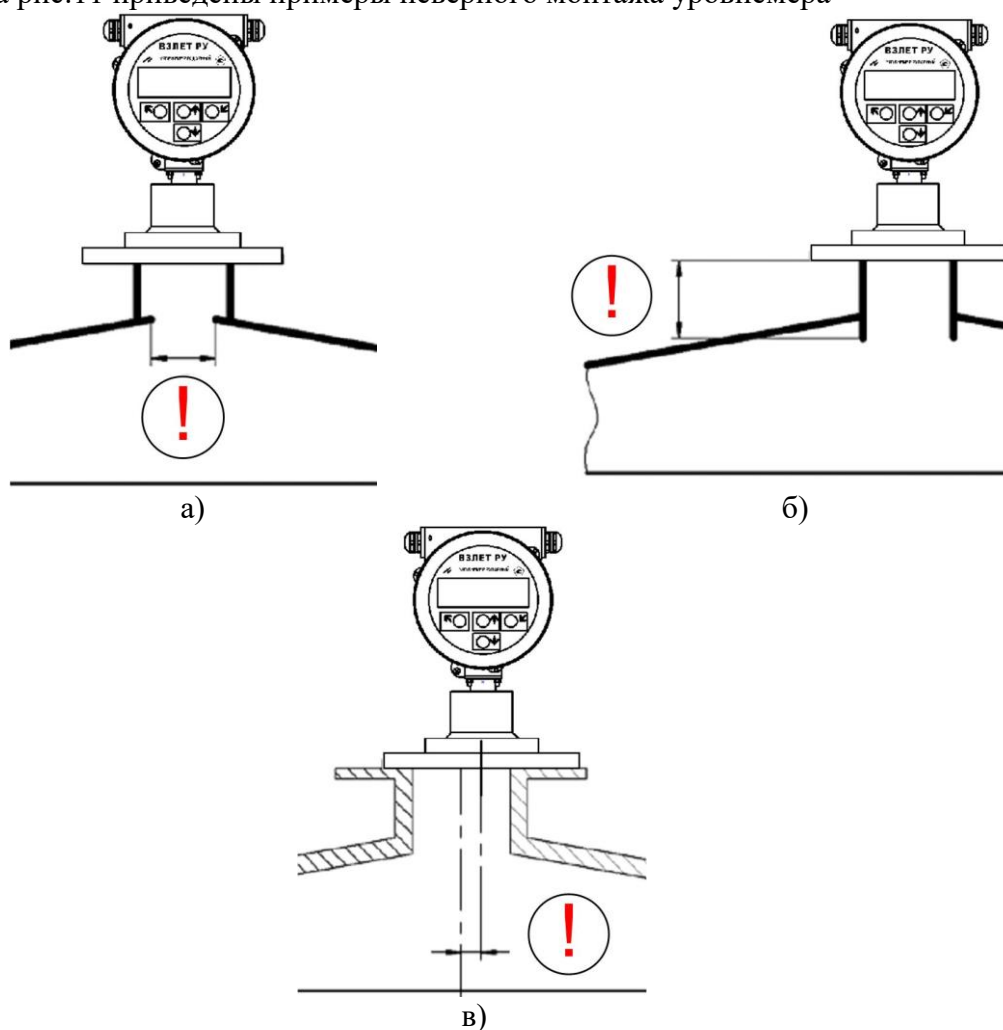

Рис.11 - Типичные ошибки при монтаже уровнемера.
5.2 На рис.11 приведены примеры неверного монтажа уровнемера